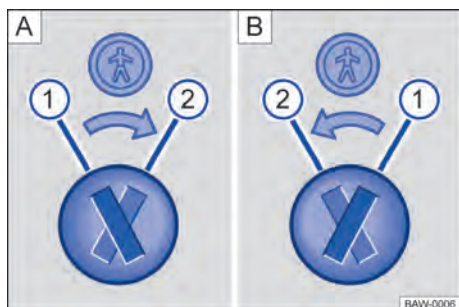

Fig. 43 Cierre de seguridad para niños: [A] puerta trasera izquierda, [B] puerta trasera derecha.
Leyenda para → fig. 43:
- Introducir la paleta de la llave en la ranura del bloqueo de seguridad para niños para activarlo o desactivarlo → fig. 43.